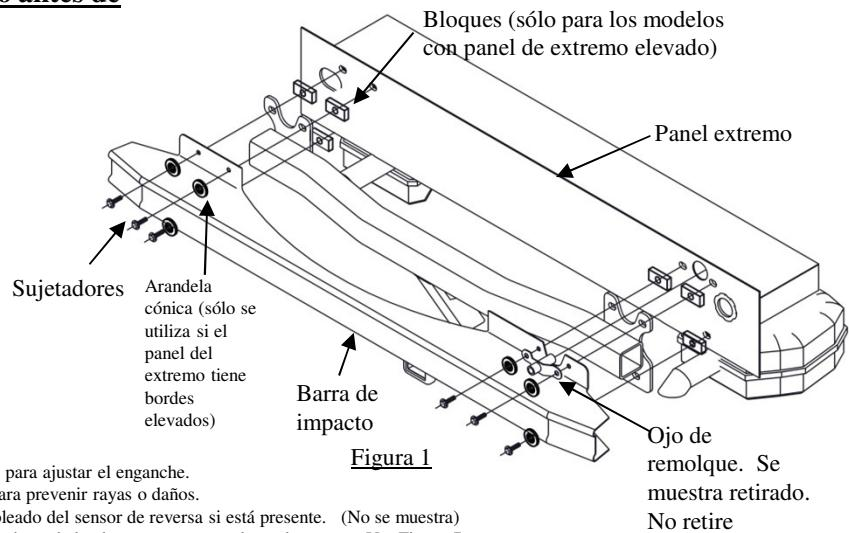

Figura 1
8. Vuelva a instalar el ojo de remolque (coloque el enganche entre la barra de impacto y el ojo de remolque). Apriete a mano los (6) pernos. Ver Figura 1 (el ojo de remolque se ha retirado para claridad)
11. Reemplace el panel de apariencia interior en la parte posterior de los pernos (2) de la puerta trasera.